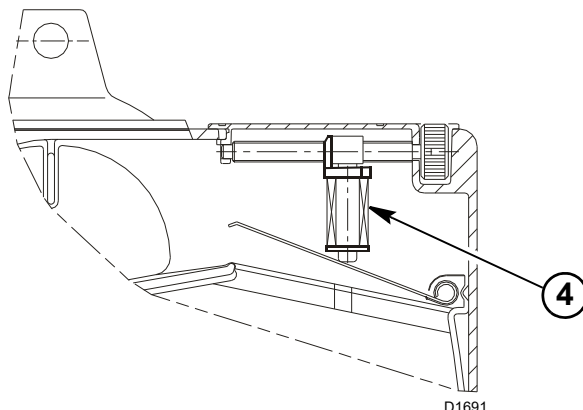

Fig. 21
- Brännaren är utrustad med en elektromagnetisk anordning 4)(Fig. 21) som skyddar mot alla typer av skakningar i luftspjället vid uppstart, även med högt tryck på pannan.
Vid fel på den elektromagnetiska antiskakanordningen 4)(Fig. 21), startas inte brännaren eftersom anordningen är ansluten till motorn (se paragraf **“Elektriskt system”** på sid. 21), och därmed även fungerar som säkerhetsfunktion.